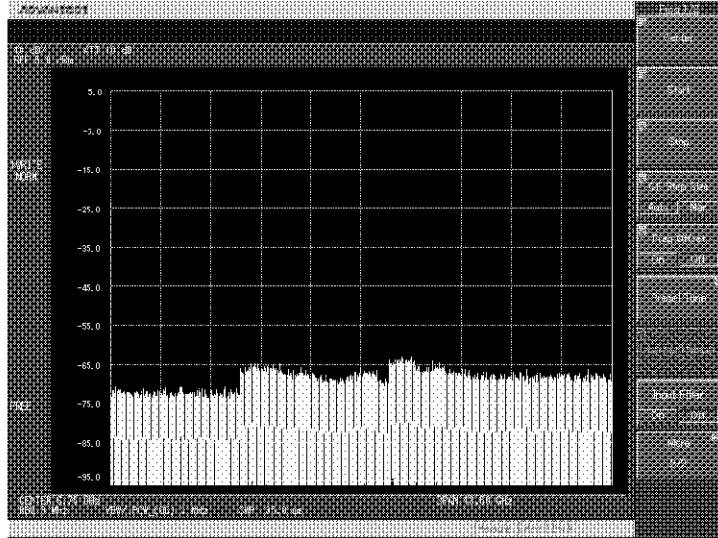

図 3-10 初期設定画面
5. 自己診断で、本器に異常がなければ図 3-10 に示す初期画面が表示されます。初期画面表示は、前回電源を切るときの設定状態により図 3-10 と異なります。